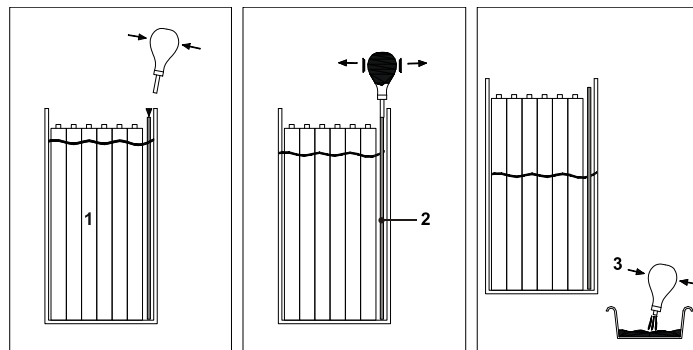

Figura 6-7. Drenar el agua
- Drenar el agua que se puede acumular en el fondo del depósito (desbordamiento del electrolito, fugas en el circuito de llenado centralizado, limpieza de la batería...). Utilizar el bulbo suministrado con la máquina para drenar el agua como se muestra en la Figura 6-7.